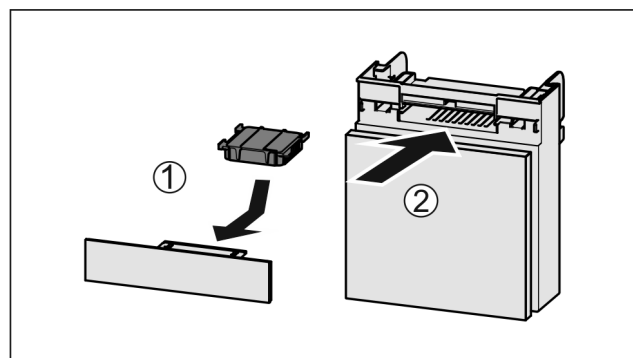

Fig. 63
- ▶ 按图装入 Fig. 63 (1) 活性炭过滤器。
- ▶ 推入 Fig. 63 (2) 抽屉。